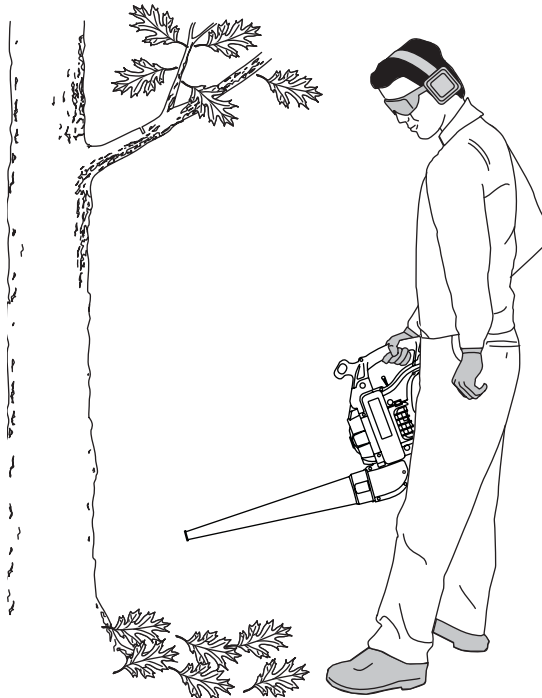

Fig. 20
3. Use la sopladora para paredes, salientes, cercas y mallas (Fig. 20).